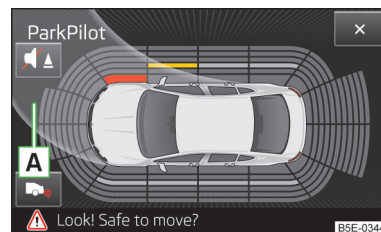

Fig. 140
- Prin intermediul tastei **↔** de pe afișajul Infotainment » fig. 140 la pagina 147, afișajul poate fi comutat pe imaginea camerei » pagina 148, *Optical Parking Assistent (Rear view camera)*.
Afișarea benzii de deplasare anticipată se modifică în funcție de capătul de cursă a volanului **A** » fig. 140.